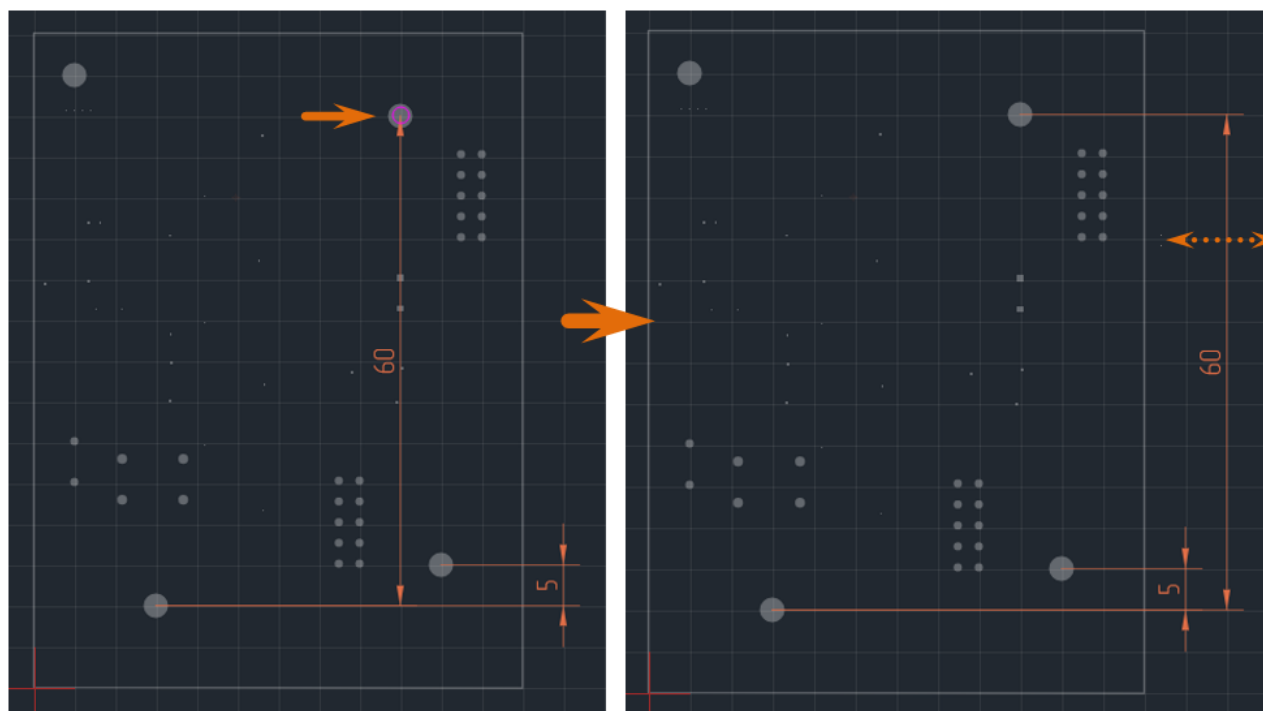

Рис. 459 Размещение вертикальной размерной линии от общей базы. Второй размер
6. Перемещайте курсор и установите точку размещения второй выносной линии для следующего размера, первая выносная линия будет зафиксирована в общей базе размерной линии. Установите длину и направление выносных линий, см. Рис. 459.